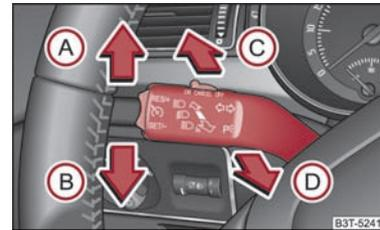

Abb. 53 Der Blinklicht- und Fernlichthebel
- Drücken Sie den Hebel nach oben **(A)** bzw. nach unten \Rightarrow **Abb. 53** **(B)**.